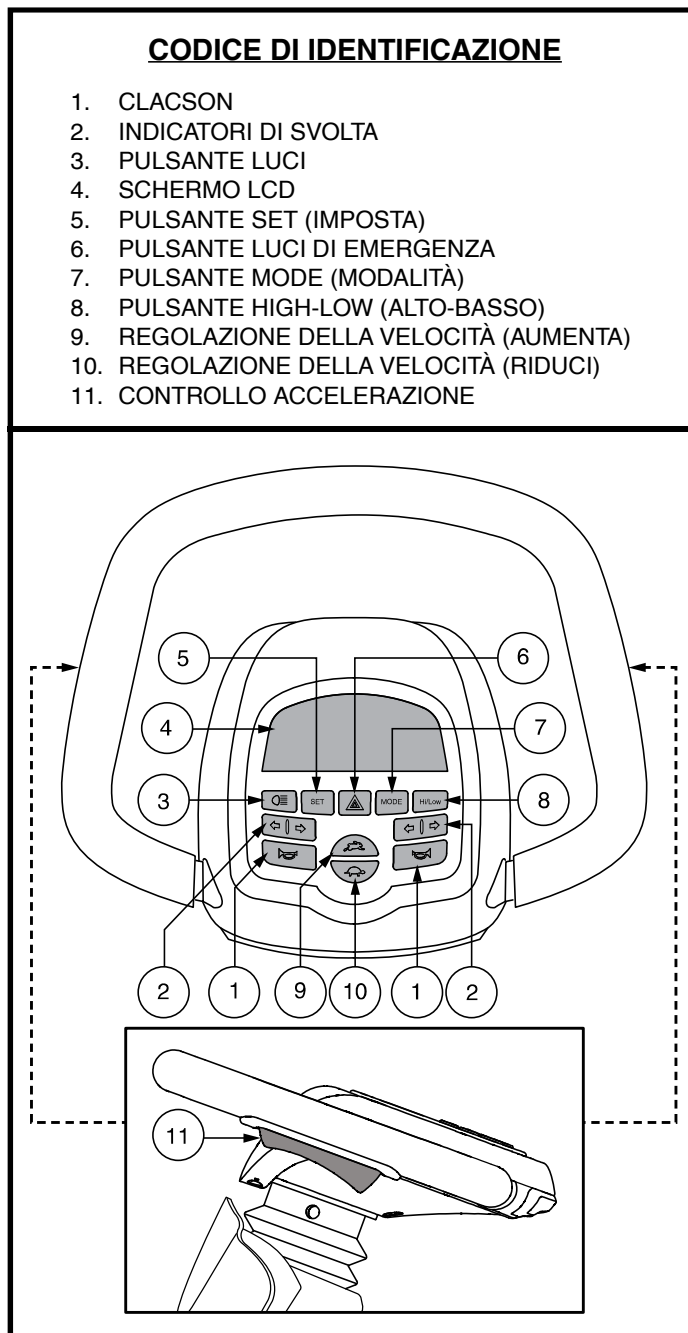

Figura 4. Pannello di Controllo LCD - B
La console e il lato inferiore del manubrio ospitano tutti i controlli necessari alla guida dello scooter incluso il pannello di controllo LCD, le leve di controllo, l'interruttore della chiave, e il potenziometro di velocità. **Vedere figura 4.**
Il pannello di controllo LCD offre comode informazioni intuitive tramite lo schermo LCD. **Vedere figura 4.** Lo schermo LCD si utilizza anche per l'attivazione delle diverse impostazioni del pannello di controllo.
- Premere una volta il pulsante High-Low per impostare la velocità sulla regolazione alta. L'indicatore High-Low viene visualizzato sullo schermo LCD. **Vedere figura 4.** L'uso di questa impostazione insieme ai pulsanti di regolazione della velocità consente allo scooter di raggiungere la velocità massima pre-programmata.
NOTA: Maggiore è il numero delle barre illuminate all'interno dell'indicatore di velocità massima, maggiore sarà la velocità massima pre-selezionata. Vedere figura 4.
Queste leve consentono di controllare la velocità dello scooter sia a marcia in avanti che in retromarcia fino alla velocità massima preimpostata utilizzando gli appositi pulsanti di regolazione. Una leva di controllo è situata su ciascuno dei lati inferiori del manubrio, sinistro e destro. **Vedere figura 4.**